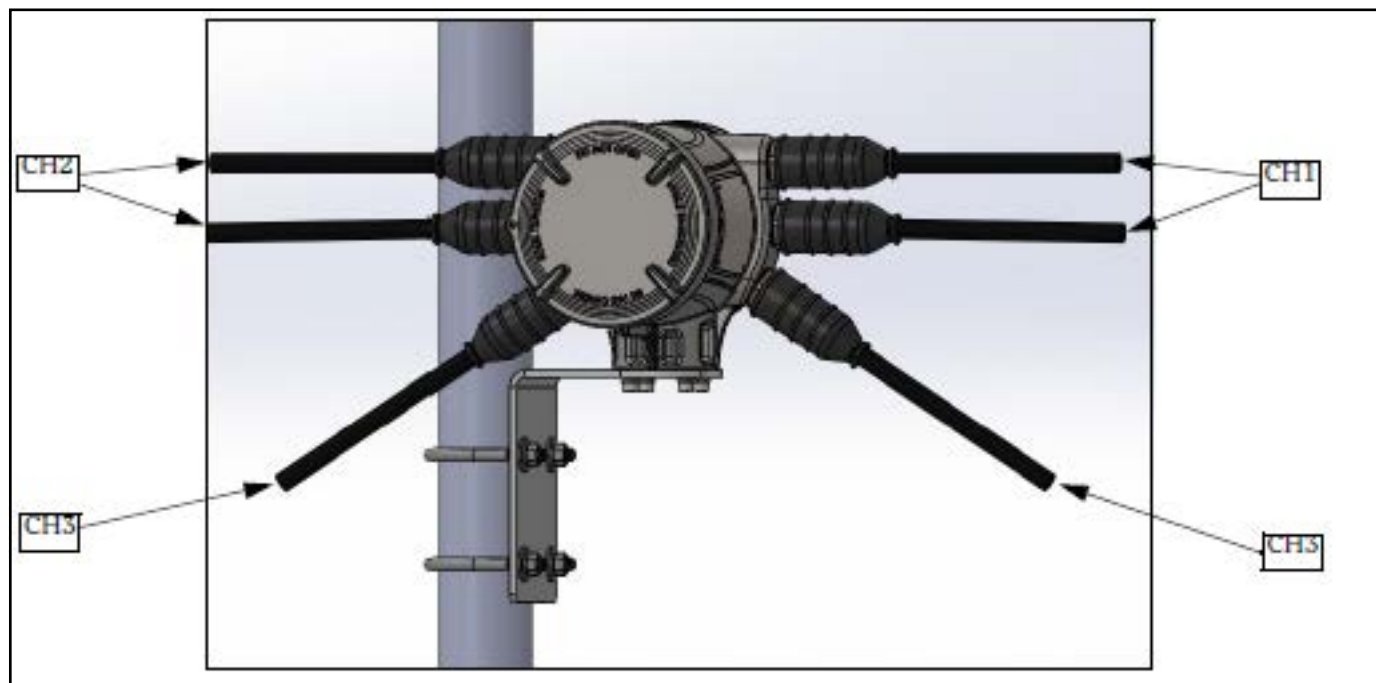

Рис. 30. XMT1000, 3-канальная распределительная коробка
2. Заведите один конец кабелей преобразователей в 3-канальную распределительную коробку, как показано на *Рис. 30*. (Расположение кабелей на *Рис. 30* приведено только для примера. Кабели преобразователей могут иметь любую ориентацию)